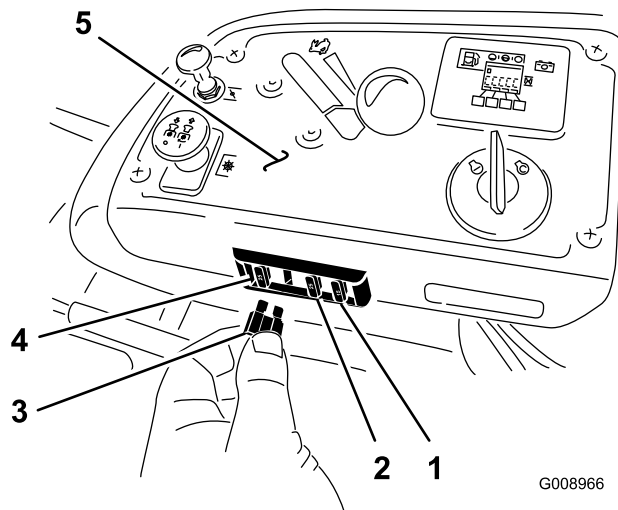

Figura 59
3. Montate un fusibile nuovo (Figura 59).
1. I fusibili sono posizionati sulla consolle destra vicino al sedile (Figura 59).